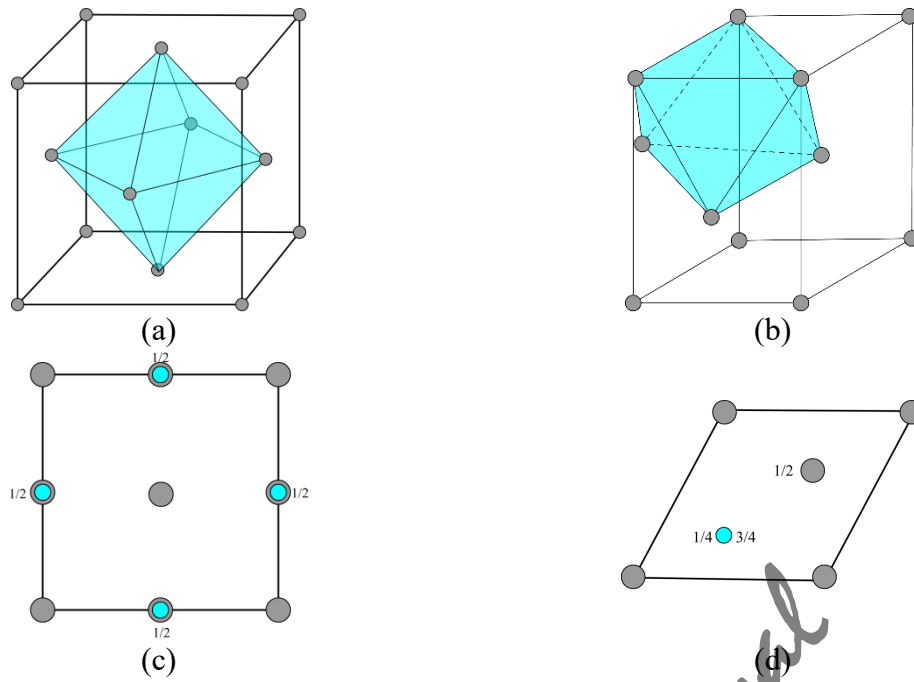

Figura 6.13.- Posiciones octaédricas del empaquetamiento compacto cúbico (a) y hexagonal (b) y sus respectivas proyecciones en el plano basal (c) y (d).
- En el empaquetado cúbico compacto el número máximo de posiciones octaédricas es 4 y en el hexagonal compacto es 2 (Figura 6.13).